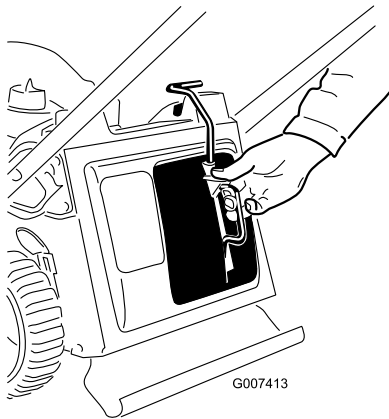

Bild 9
2. Drücken Sie die Taste am Hebel mit dem Daumen und setzen Sie den Recycler-Verschluss ganz in die Öffnung ein (Bild 9).